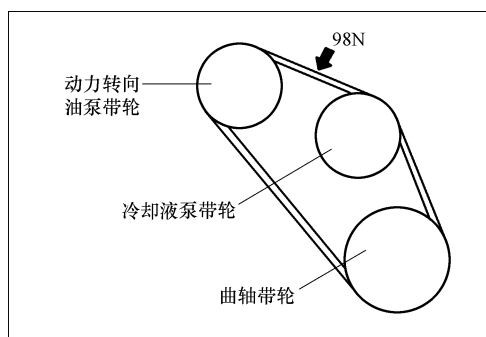

图 2-3 调整检查动力转向油泵和空调机压缩机驱动带的张力
- 1) 使用带张力计检查两个带轮中间位置的带张力是否符合标准值(如图 2-3 中箭头所示)。此外,用 98N 的力压这个位置来检查挠度是否符合表 2-5 所示的标准值。